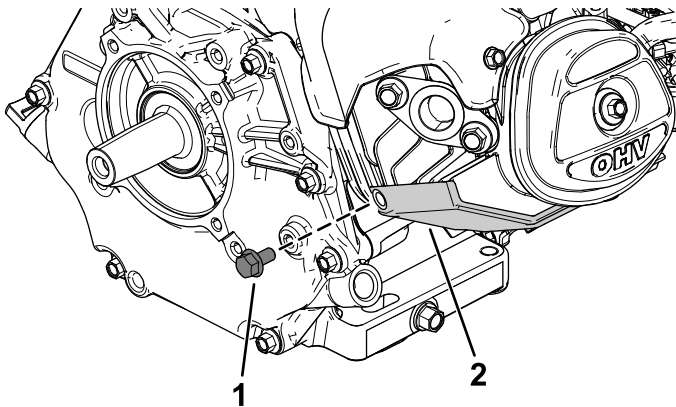

Figure 6
2. Retirez le boulon de la surface de montage du moteur (Figure 6).